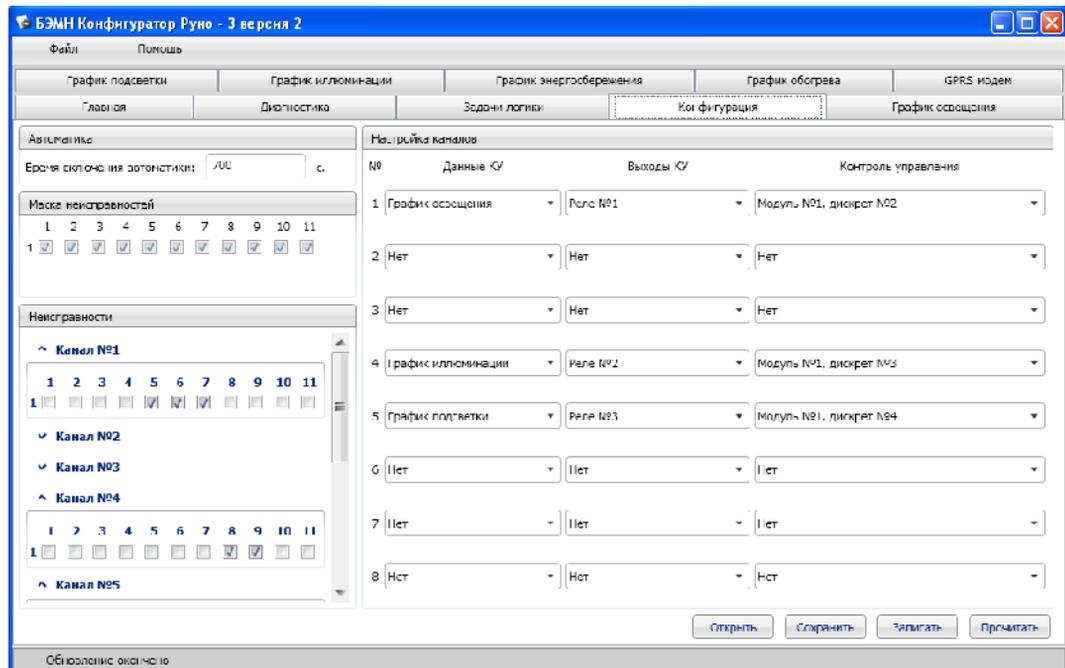

Рисунок 6
6.3 В окне вкладки «КОНФИГУРАЦИЯ» имеется возможность прочитать, сохранять и записать конфигурацию «РУНО 3» (рисунок 6).
Автоматический возврат из режима ручного управления в автоматическое управление происходит при потере связи «РУНО 3» с ПК по USB интерфейсу (или по GSM каналу в САКУ СНО), по истечении времени, установленного в области «Автоматика» окна «Конфигурация» (см. п. 6.3, рисунок 6).